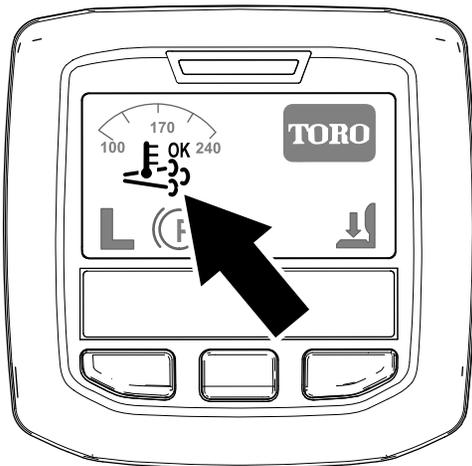

Bild 28
- Das Symbol für die unterstützte bzw. Rücksetzen-Regenerierung wird im InfoCenter angezeigt (Bild 28).